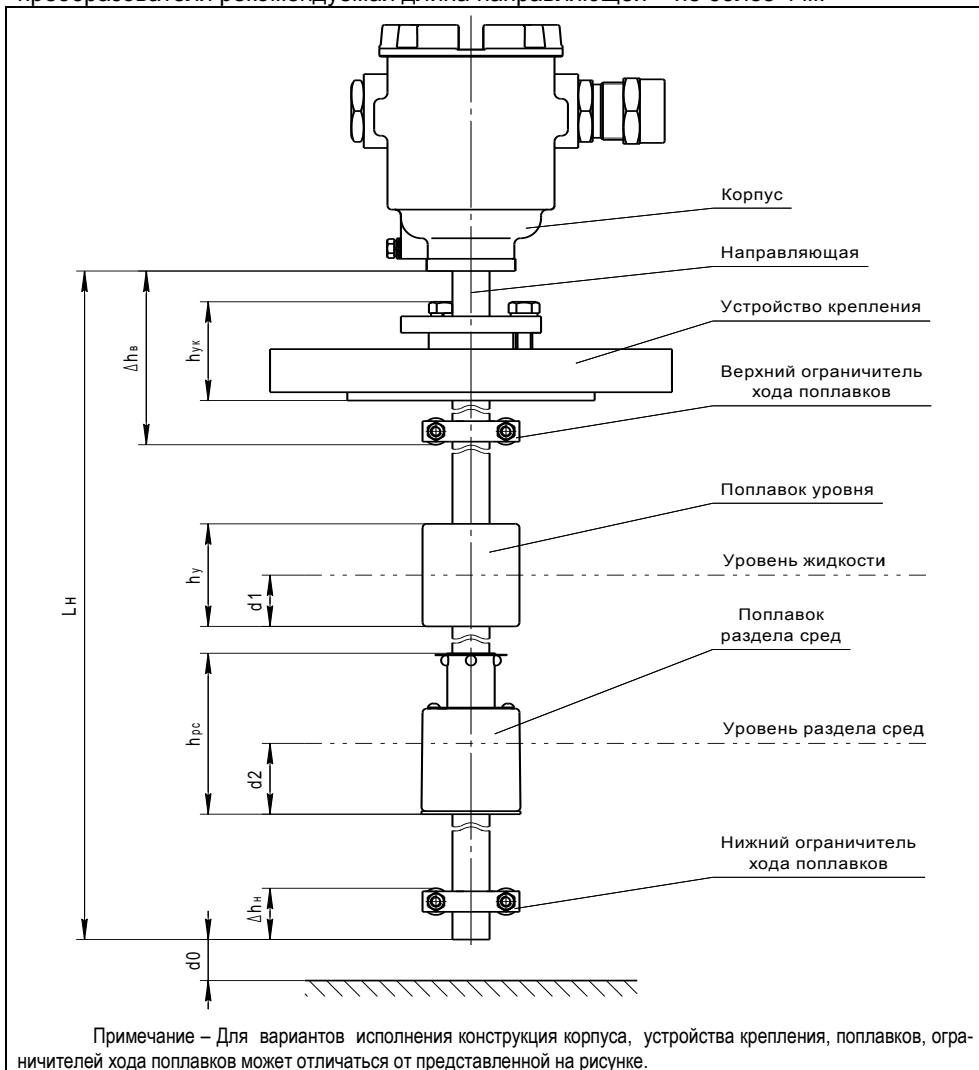

Рисунок 1
1.2.4 Нижний предел измерений уровня H_n (см. рисунок 1) определяется по формуле, мм:
Величина верхней неизмеряемой зоны Δh_b определяет положение верхнего ограничителя хода поплавка (см. рисунок 1). При выпуске из производства она устанавливается не более:
1.4.1 Преобразователь (см. рисунок 1) состоит из корпуса, соединённого с направляющей, на которой устанавливаются: устройство крепления, поплавок уровня, раздела сред и ограничители хода поплавков.